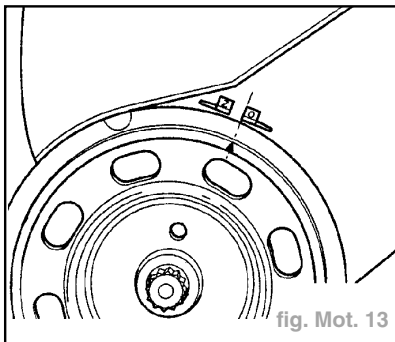

fig. Mot. 13
- Amener le vilebrequin au PMH du cylindre 1. L'encoche sur la poulie doit coïncider avec l'arête du repère (O) (fig. Mot. 13).